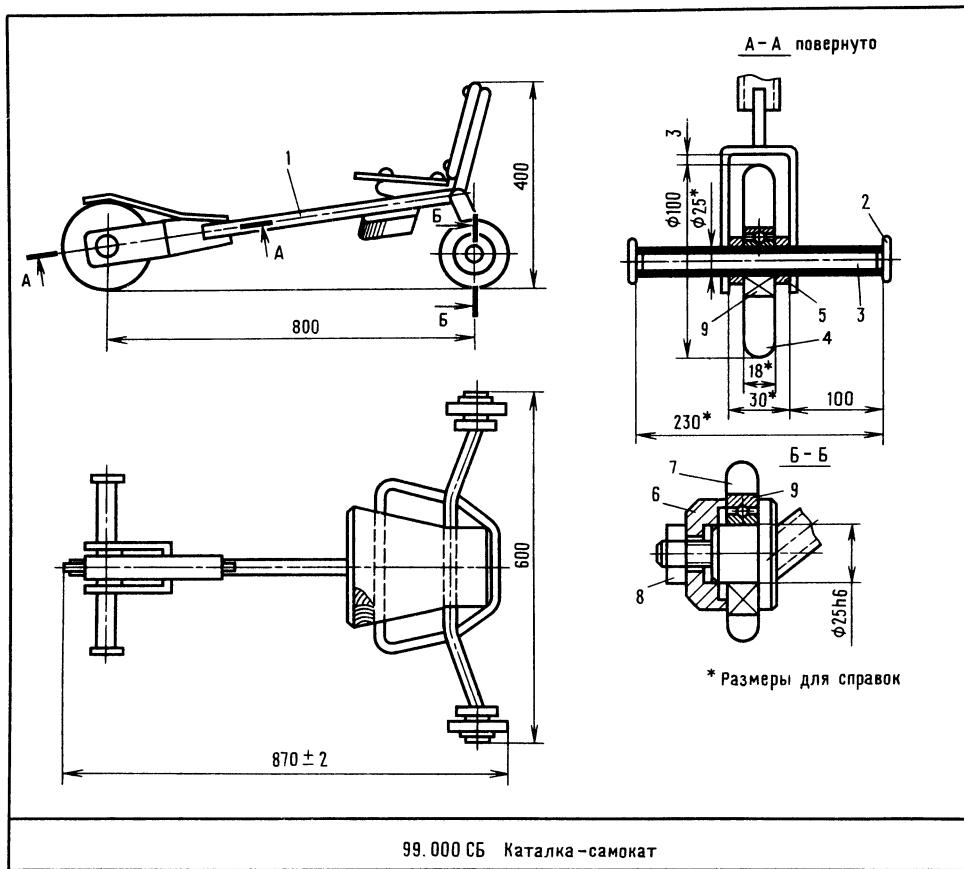
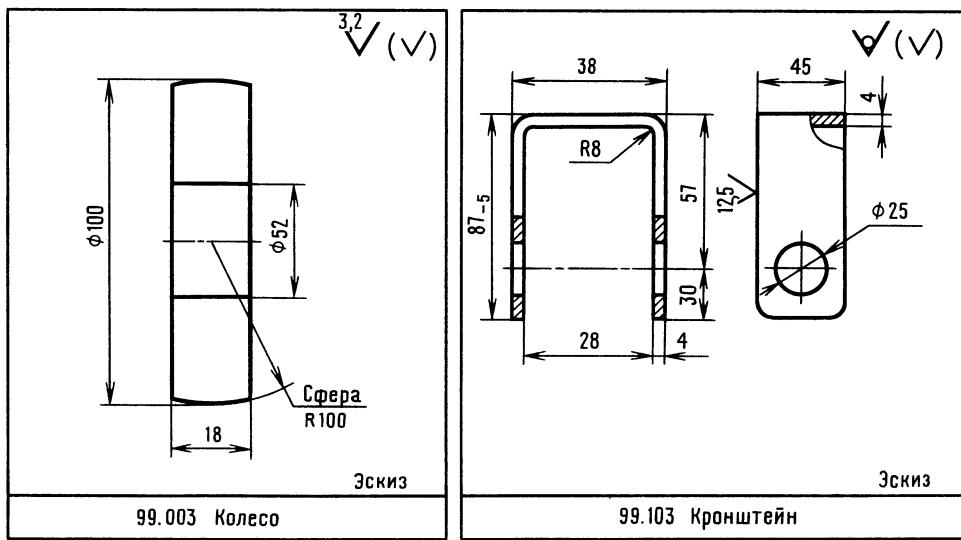
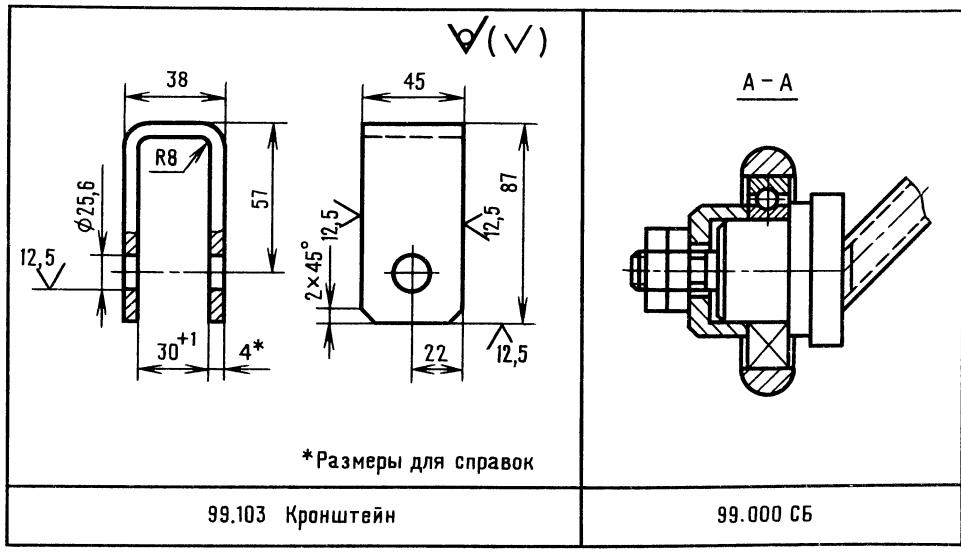

Рис. 54. Сборочный чертеж самоката
Рис. 55. Эскизы деталей самоката
Рис. 58. К ответу задаче 81
Знакомятся с изделием, одновременно читая сборочный чертеж (рис. 54) и спецификацию.
Для анализа потребуется: сборочный чертеж 99.000СБ (рис. 54) и чертежи деталей 99.003 и 99.103 (рис. 55, а и б). Деталь 99.103 относится к корпусу, т. е. к сварному узлу 99.100СБ (в рулоне чертежей такого не оказалось).
Колесо 4 (см. сечение А—А на рис. 54) может задевать за кронштейн
Размерная цепочка на сборочном чертеже показывает зазор 3 мм. А что по другим чертежам? Колесо 99.003 (см. рис. 55, а) имеет диаметр 100 мм, как и на сборочном. Допуск на этот размер (см. ГОСТ 25346—82) — 0,97 мм. Значит, диаметр может быть:  $100 - 0,97 = 99,03$ , а радиус соответственно 49,505 мм. У кронштейна (см. рис. 55, б) интересующий нас размер определится:  $87 - 4 = 83$ , а допуск? Размер 53 с учетом допуска может быть:  $53 - 5 = 48$ . Но при таком смещении оси смонтировать колесо было бы невозможно. Значит, фактический размер был больше. Замерим расстояние от оси отверстия до стенки кронштейна, оно равно 49,2 мм. Фактический же радиус колеса 49,75 мм.
Но колесо выше бортика. Если за бортик будет задевать наружное кольцо подшипника (оно ведь скреплено с колесом), тогда торможения не избежать. А есть ли сила, которая прижмет кольцо подшипника? К сожалению, есть. Гайка 8 через кольцо 6 (см. рис. 54) при затяжке зажмет кольцо. Конструкция действительно странная.
81. На рис. 58, а дан уточненный чертеж 99.103. Для определения ошибок, сделанных Николкой, сравните этот чертеж с чертежом на рис. 55, б.
84. Один из возможных вариантов решения дан на рис. 58, б. Затянутая гайка не тормозит вращение колеса.